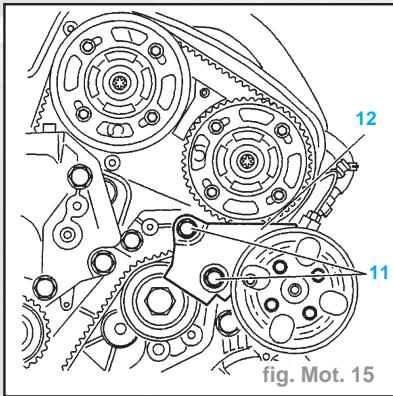
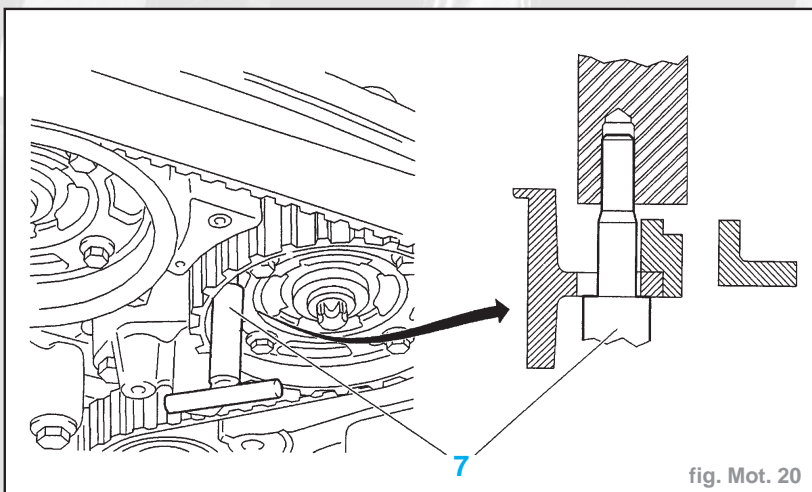

fig. Mot. 15
fig. Mot. 20
- Amortir la rotation des arbres à cames à l'aide de l'outil (5) (levier d'immobilisation 0187F).
- Lubrifier les outils (1) (piges de calage arbres à cames 0187B) à la graisse G6 (TOTAL MULTIS).
- Piger les arbres à cames à l'aide des outils (1) et (5).
- Déposer (fig. Mot. 15) :
- Piger le vilebrequin à l'aide de la pige (2).
- Contrôler que l'outil (7) (pige de contrôle de calage de la distribution 0187 CZ) s'engage librement dans les culasses au niveau des poulies d'arbres à cames (fig. Mot. 20).
- Déposer l'outil (2).
- la plaque (12) (fig. Mot. 15)
- les vis (11), serrer à 4 daN.m